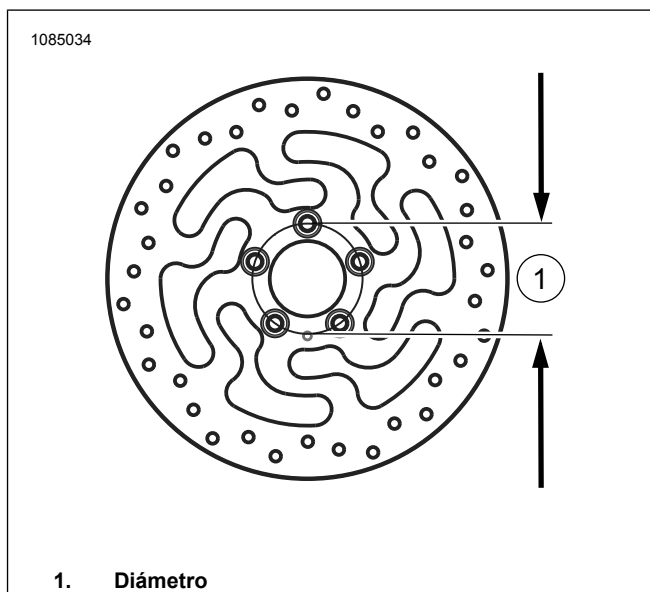

Figura 4. Diámetro del agujero de montaje del disco
- a. Consulte la Figura 4. Si el diámetro del disco del freno delantero no mide 3,25 pulgadas, desecha los discos.